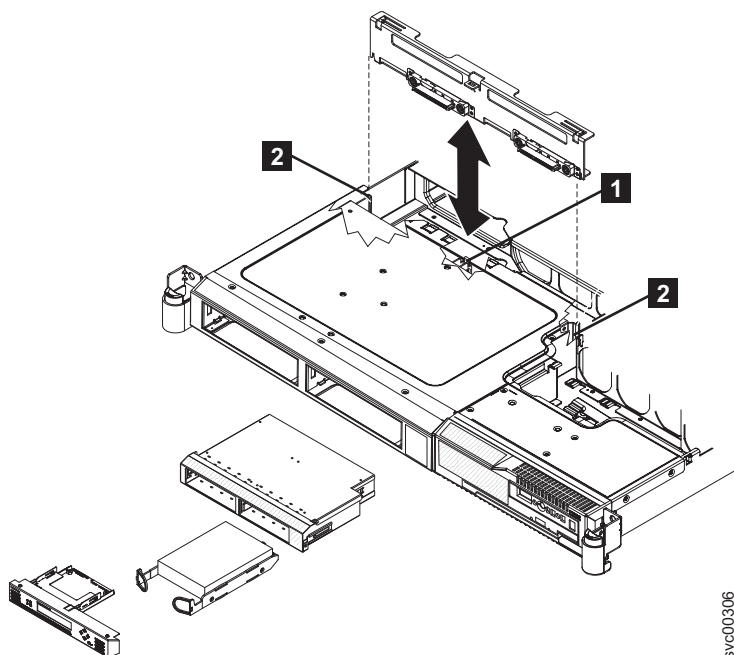

図 120. SAN ボリューム・コントローラー 2145-8G4 SATA ディスク・ドライブとバックプレーン
9. 152 ページの図 120 に示すように、ロック・タブ **1** を押して、バックプレーンをノードから少し持ち上げます。電源ケーブルを取り外し、バックプレーンを取り外します。